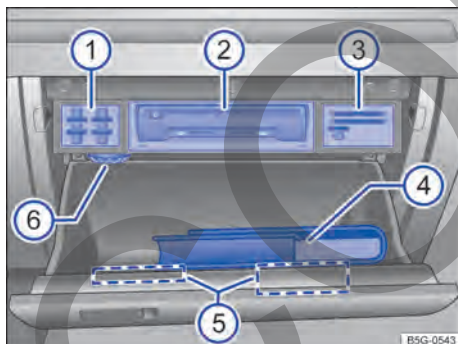

Fig. 134 Guantera abierta.
Leyenda de la fig. 134:
En función del equipamiento, en la zona superior de la guantera puede haber un compartimento aparte para la documentación de a bordo → fig. 134 ④.